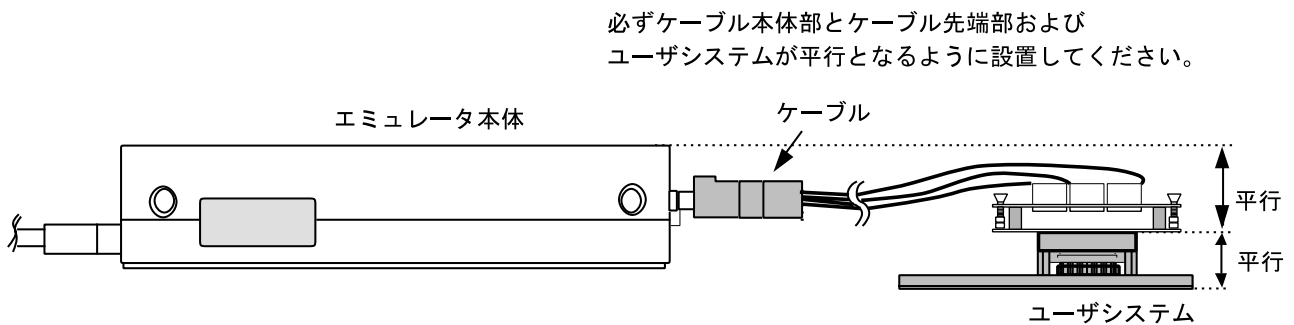

図10 設置例
- (1) ユーザシステムへの接続時には1ピン位置に十分注意して、誤接続は絶対にしないでください。
- (2) 本ユーザシステムインタフェースケーブルを使用する場合の推奨マウントパッド寸法は、MCU実装用マウントパッド寸法とは異なりますので注意してください。
- (3) 本ユーザシステムインタフェースケーブルは、HS3800EPI60Hエミュレータ専用ですので、他のエミュレータ本体には使用しないでください。
- (4) ケーブル本体部が断線する可能性がありますので、本ユーザシステムインタフェースケーブルの上に重いものや金属等の角の尖ったものを置かないでください。
- (5) ユーザシステムに接続した状態では、ユーザシステムインタフェースケーブル、特にケーブル先端部に無理な力が加わらないように注意する必要があります。図10の設置例を参照してご使用ください。